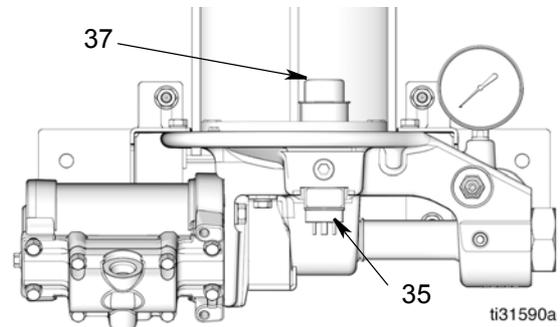

FIG. 11: Flotador de nivel bajo en posición elevada
Cuando está lleno el depósito de aceite, el flotador de nivel bajo (37) se asienta en la parte superior, en posición elevada como se observa en FIG. 11.